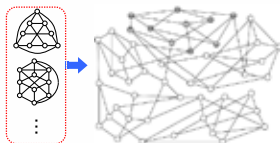

図2 極小非可解構造に基づく具体的問題(3COLインスタンス)の組織的生成(本質的に難しい問題ってどんな問題?)
(2)解決に非常に手間のかかる困難な具体的問題の組織的・意図的に生成する方法(相転移現象の解析)(図2)